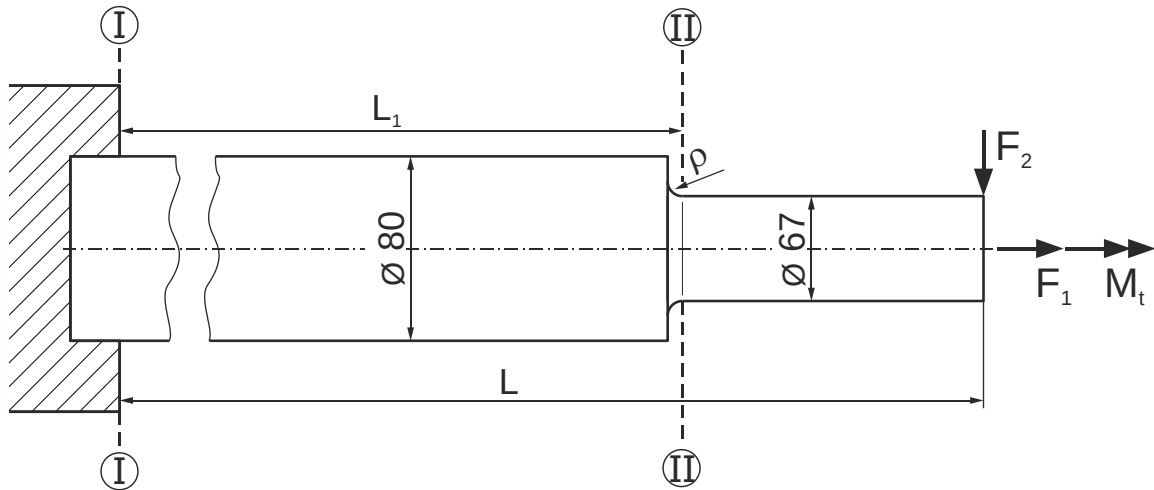

Abbildung 1.2: Neue Strebe (abgesetzter Vollstab) aus S355; Längeneinheit: mm.
Im Rahmen einer Umbaumaßnahme muss die Strebe nun als abgesetzter Vollstab ($L_1 = 1625 \text{ mm}$, $L = 2300 \text{ mm}$) mit polierter Oberfläche ausgeführt werden, siehe Abbildung 1.2.
- d) Die statische Kraft $F_1 = 315 \text{ kN}$ und die rein wechselnde Kraft $F_2 = \pm 2500 \text{ N}$ wirken gleichzeitig auf die Strebe aus Abbildung 1.2.
- e) Die statische Kraft F_1 und das statische Torsionsmoment $M_t = 500 \text{ Nm}$ wirken gleichzeitig auf die Strebe aus Abbildung 1.2.
f) Es wirkt nur eine statische Kraft $F_2 = 1000 \text{ N}$ auf die Strebe aus Abbildung 1.2.
- g) Die Strebe aus Abbildung 1.2 wird nur durch die rein wechselnde Kraft $F_1 = \pm 150 \text{ kN}$ belastet.